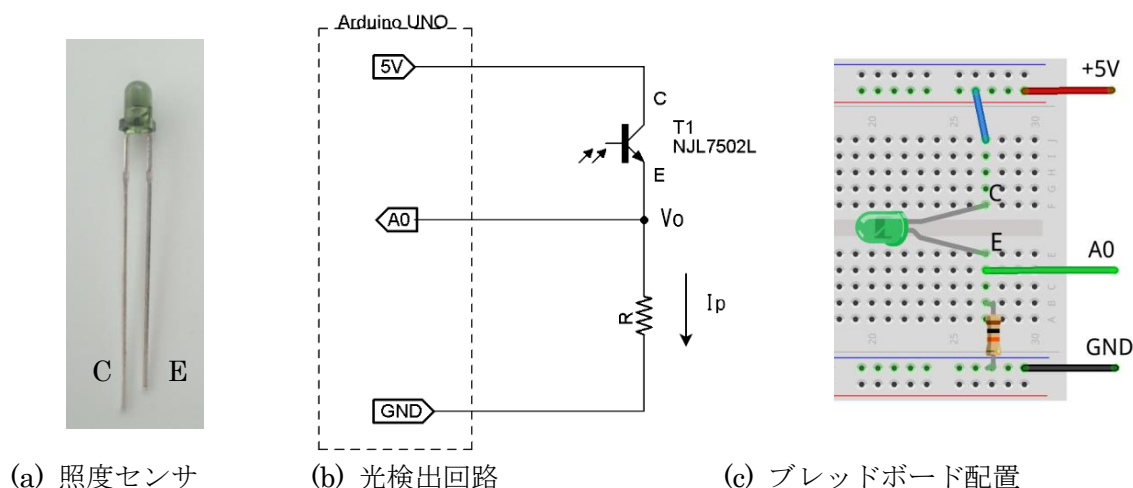

図 2.42 照度センサ NJL7502L のピン配置と光検出回路
(1) 照度センサの測定原理
照度センサ(NJL7502L)は，人間の視感度に近い特性を示す光を検出するセンサである。一般にフォトトランジスタと呼ばれる光の強さを電流に変換するフォトダイオードと電流を増幅するトランジスタで構成される。図 2.42(a)に照度センサの外観を示す。照度センサのリード線の長い方がコレクタ(C)，短い方がエミッタ (E)である。図 2.42(b)のように照度センサを接続すると，センサが光を受けると，受けた光の強さに応じた光電流 I_p がコレクタ・エミッタ間で流れる。光電流 I_p は接続された抵抗 R によって電圧 V_o に変換され，